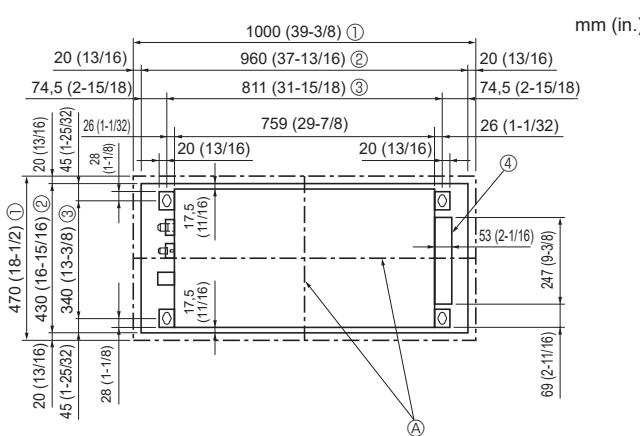

Fig. 2-3
2.3. Ouvertures dans le plafond et emplacement des boulons de suspension (Fig. 2-3)